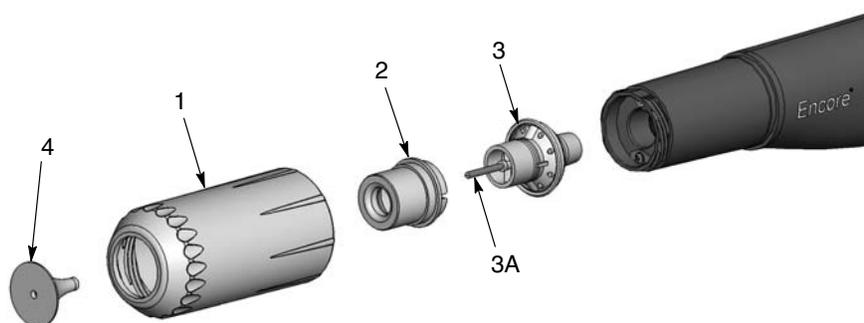

Figura 4-2 Substituição de deflectores opcionais e de bicos cónicos
1. Consulte a figura 4-2. Para substituir o deflector (4), puxe-o cuidadosamente para fora do conjunto do eléctrodo (3). Se apenas substituir o deflector, monte um novo no conjunto do eléctrodo tendo o cuidado de não curvar o fio do eléctrodo.
2. Para substituir o bico completo, desenrosque a porca do bico (1) no sentido contrário ao dos ponteiros do relógio.
3. Puxe o bico cónico (2) para fora do conjunto do eléctrodo.